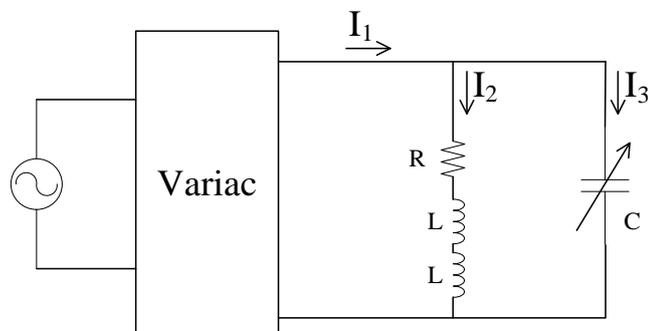

Figura 2 - Circuito RLC série-paralelo
- 2.1. monte o circuito da Figura 2 com todos os capacitores inicialmente desligados ($C = 0$);